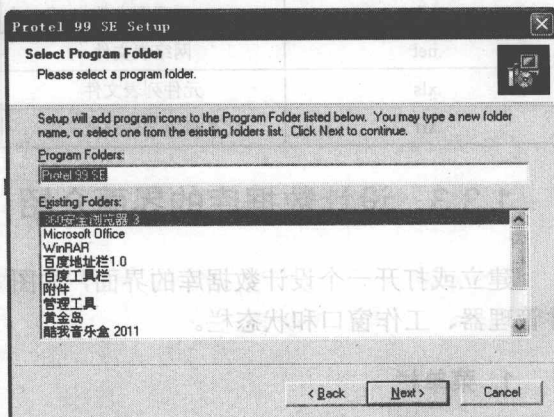

图 1-6 设置程序组
(6) 进入设置程序组对话框，如图 1-6 所示单击【Next】按钮继续下一步操作。